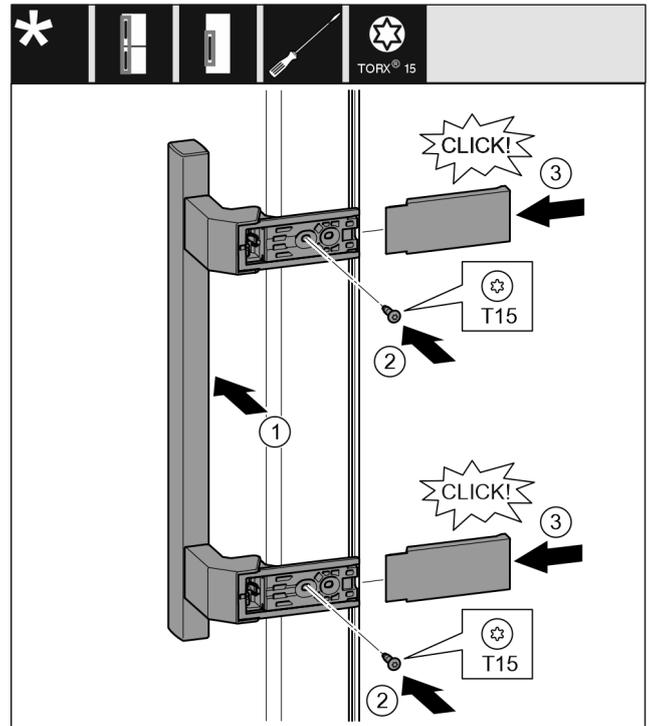

Fig. 23
- ▶ Poser la poignée sur le côté opposé. Fig. 23 (1)
- ▶ Serrer les vis avec un tournevis T15. Fig. 23 (2)
- ▶ Mettre en place les caches latéralement et les enclencher. Fig. 23 (3)